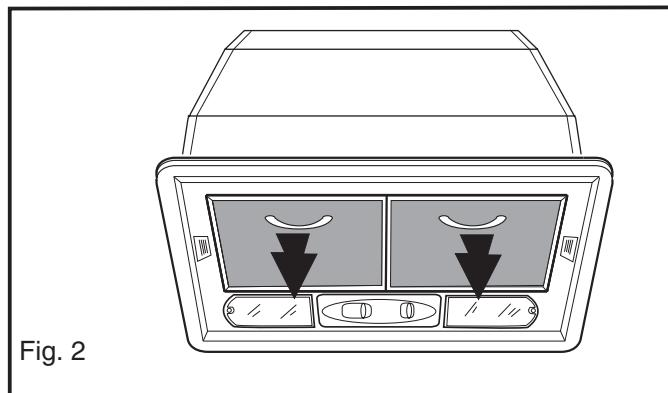

Fig. 2
Wenn sie den Fettfilter entfernen wollen – Bild 2
- b) Entfernen sie den metallischen Fettfilter (Bild 2).
- e) Richten sie den metallischen Fettfilter (Bild 2) erneut ein.
If you wish to remove the fat filter, please refer to Figure 2.